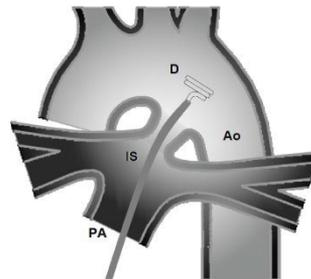

Fig 09
- Ensamble el catéter de transporte (L) con la Llave Y(Y).
- Retraiga suavemente el coil tirando del empujador (P), hasta que el dispositivo (D) esté completamente dentro del catéter de transporte (L), preferiblemente en una solución heparinizada.
- Conecte el catéter de transporte (L) al catéter de implantación y avance suavemente el coil a través del catéter empujando el empujador (P) hasta que el dispositivo (D) llegue al final del catéter de implantación.
- Empuje lentamente el pusher (P) para desplegar las vueltas distales del dispositivo en la aorta (Fig. 09).